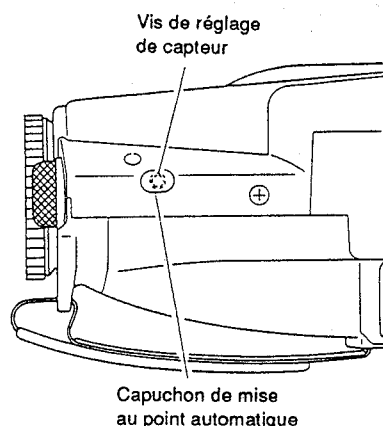

Fig. 4-81
(1) Réglage de position de capteur de mise au point automatique (Fig. 4-81)